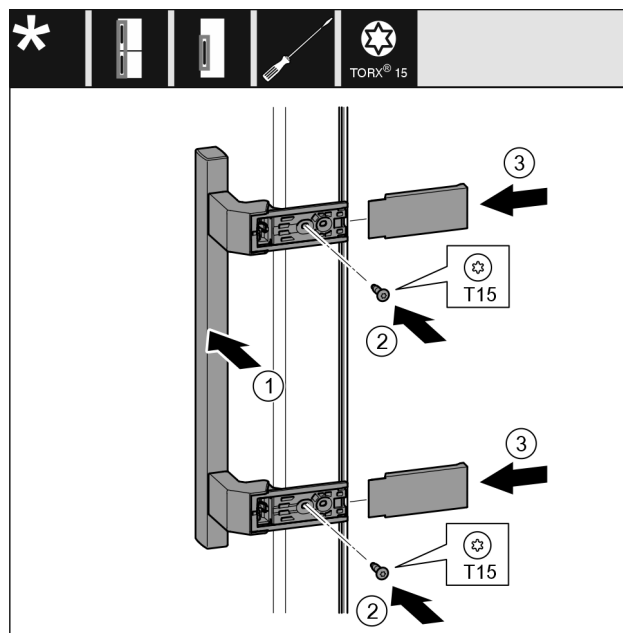

Fig. 11
- Applicare la maniglia sul lato opposto. Fig. 11 (1)
- Avvitare le viti con un cacciavite T15. Fig. 11 (2)
- Applicare le coperture lateralmente e spingerle in sede. Fig. 11 (3)